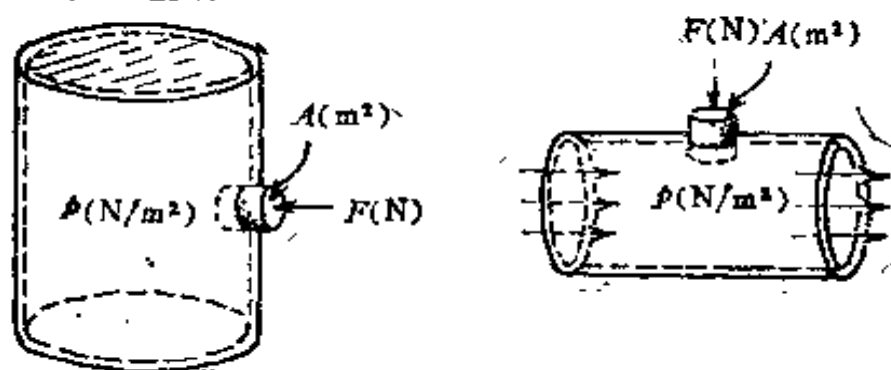

图3-4-1 在容器和管道中的流体压力
设有贮存于密闭容器或流过管道的流体(气体或液体),并假定面积为 A 的一个孔开在容器的壁上,如图3-4-1所示。液体压力可以定义为 F/A , F 是为避免流体射出而必须施于孔中塞子上的最小的力。
2. 考虑图3-4-1中的容器。压力与容器开孔高度有关吗? (提示:是的。)为什么? 如果流体是空气, 能预期顶部的压力和底部的压力之间的差值是很大的吗? 如是水, 又怎么样呢? 水银呢?
3. 假定图3-4-1的容器中的压力已知是1300mm汞柱。是否已经告诉你容器的高度? 如果孔口的面积为 4cm^2 , 如何计算压住塞子所需的力?